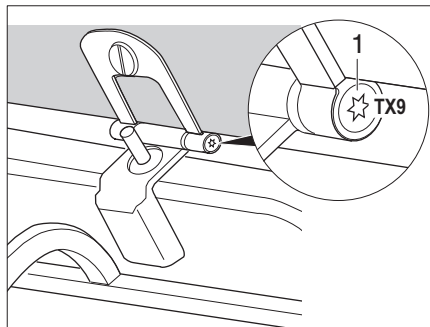

Fig. 126 Cerniere della copertura in vetro
- Serrare con cautela le viti delle cerniere (Fig. 126,1) utilizzando un inserto Torx TX9.